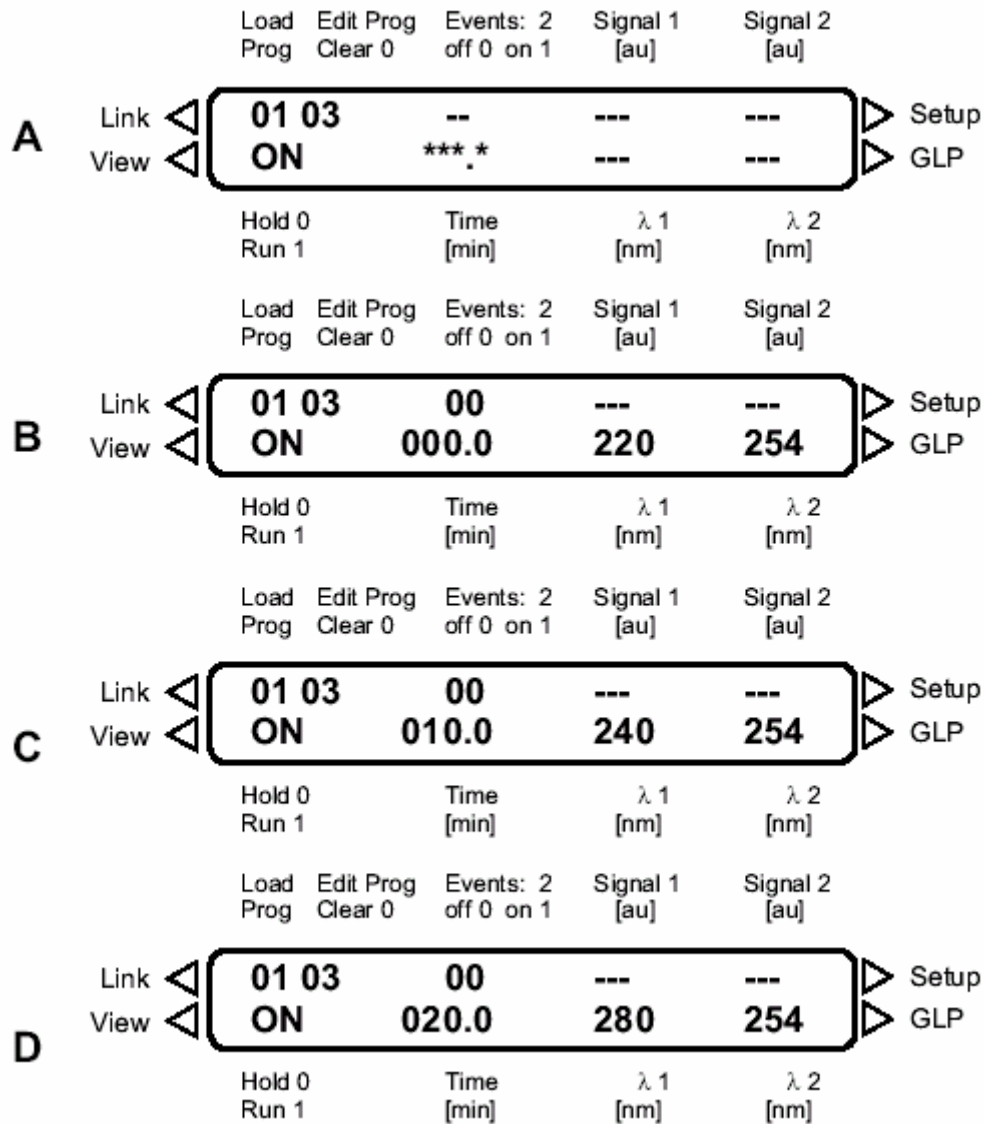

Рис. 16 Четыре шага создания программы
4. Нажмите клавишу \blacktriangleright для перехода к полю $\lambda 1$. Введите требуемое значение длины волны. Подведите курсор к полю $\lambda 2$ и введите второе желаемое значение. Вид дисплея при этом показан на рис.16 В.
5. Нажмите клавишу \blacktriangledown для создания новой программы. Вид дисплея см. на рис.16 С, курсор мигает на первой звездочке.
7. Повторите два последних шага, определяя время равным 20,0 мин и значение длины волны 280 нм. Вид дисплея при этих операциях показан на рис.16 D.